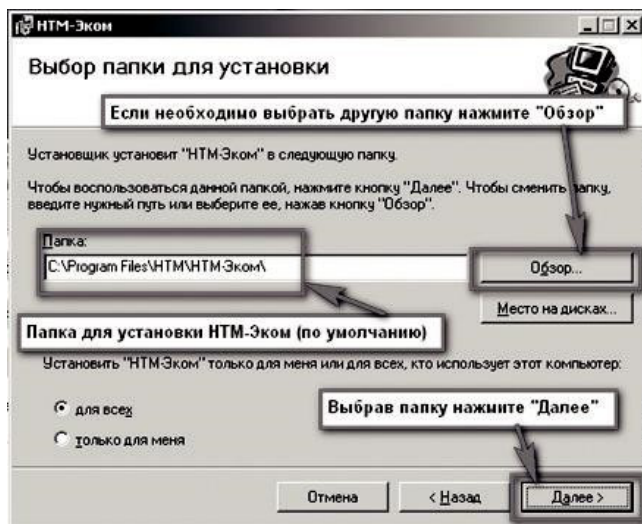

Рисунок 9
8.2.4.4. Выбрать папку для установки ПО «HTM-Эком» (рисунок 9).